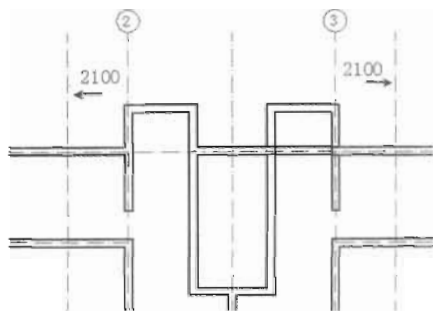

图 5-151
(9) 单击“修改”工具栏中的“偏移”按钮，把轴线 2 和 3 分别向左右各偏移 2100，如图 5-151 所示。